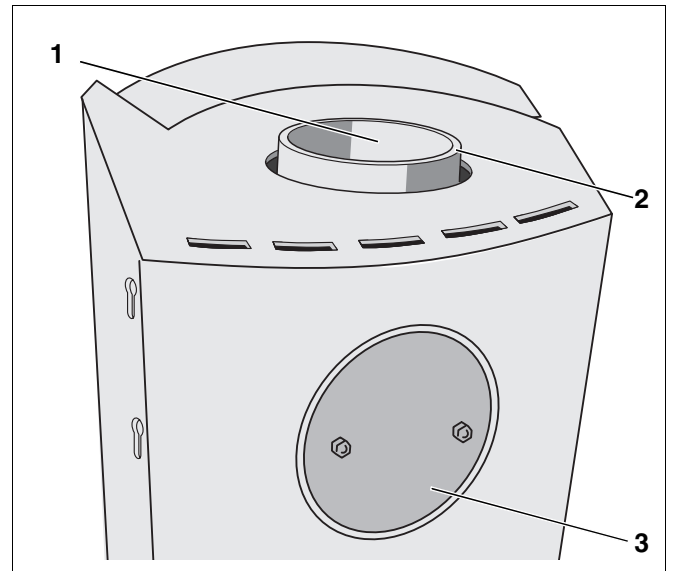

Abb. 49 Anschlüsse
- Abgasanschluss Oberseite, über die obere Abgasöffnung nach oben (Abb. 49, **Pos. 1**),
- Abgasanschluss Rückseite, über die rückseitige Abgasöffnung nach hinten (Abb. 49, **Pos. 3**).
Werkseitig ist der Abgasstutzen (Abb. 49, **Pos. 2**) am Abgasanschluss Oberseite des Kaminofens montiert (Abb. 49, **Pos. 1**).